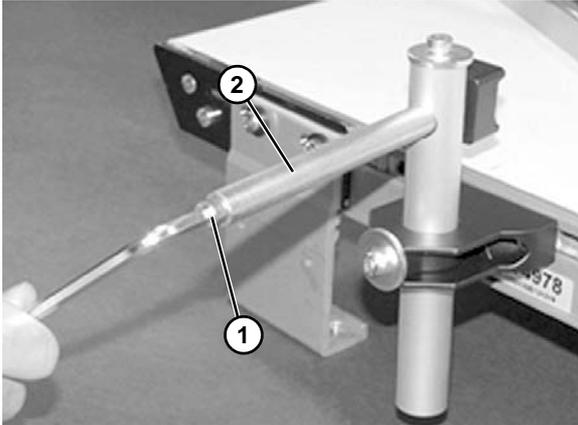
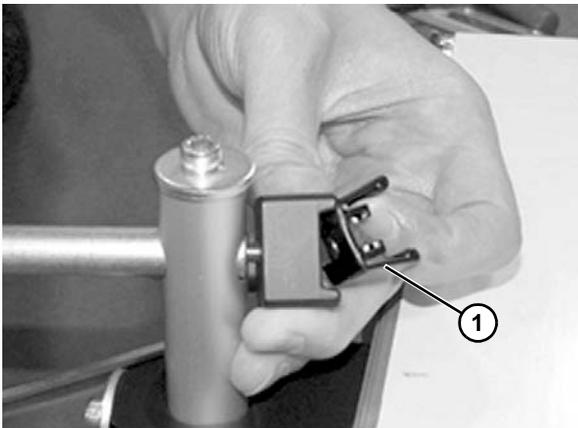
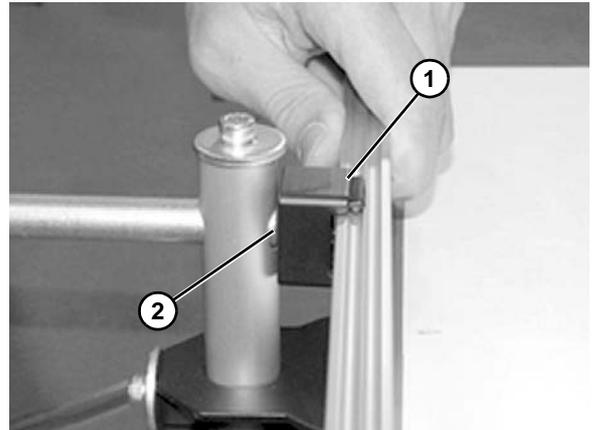

Figure 21
Figure 22
Figure 24
3. Desserrer la vis (**Figure 21, élément 1**) sur l'extrémité de l'axe (**Figure 21, élément 2**) afin de retirer l'attache (**Figure 22, élément 1**).
5. Assembler à nouveau l'attache (**Figure 24, élément 1**) et la fixer sur l'axe (**Figure 24, élément 2**). Serrer la vis (**Figure 21, élément 1**) à l'extrémité de l'axe.